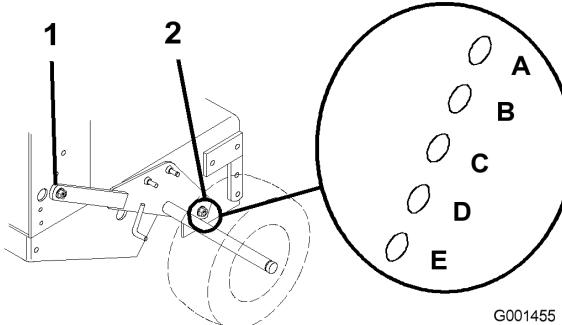

Figura 13
3. Afloje sin retirarlos los 2 pernos de pivotaje del eje y los 2 pernos de ajuste del eje (Figura 13).
4. Coloque un gato debajo del bastidor del motor, en el centro de la parte trasera. Eleve la parte trasera del bastidor del motor lo suficiente para poder retirar los 2 pernos delanteros de ajuste del eje (Figura 13).
5. Eleve o baje el bastidor del motor con el gato para poder instalar los 2 pernos de ajuste delanteros del eje en los taladros deseados (Figura 13).